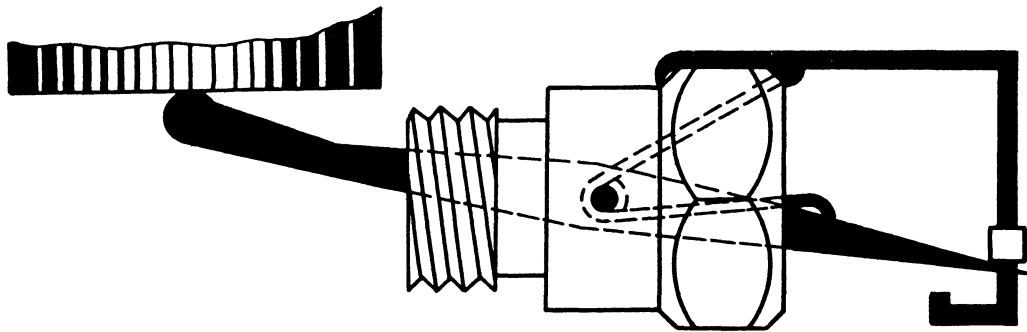

Рис. 10.45
● Б. Ф. Демченко предложил измерительное приспособление (рис. 10.45), позволяющее определять положение поршня в цилиндре, у которого свечное отверстие располагается под углом к оси. Приспособление изготавливается на базе старой свечи зажигания, из которой удалены изолятор с электродами. Равноплечий рычаг пружиной поджимается к корпусу. Его длина 110 мм. Верхнюю мертвую точку поршня фиксирует подвижная скоба.
- Способ регулировки положения фар, мало зависящий от состояния поверхности почвы перед экраном, предложил рижанин А. Урул. Его предложение воспроизведено на рис. 10.45, где 1 – экран; 2 – автомобиль любой марки; 3 – глаз; 4 – вспомогательные рейки; 5 – горизонтальная линия центров фар; 6 – горизонтальная линия центров световых лучей; 7 – вертикальная линия центров фар, и световых лучей; 8 – линия продольной оси автомобиля; А – расстояние от автомобиля до экрана; В – расстояние между горизонтальной линией центра фар и центра световых лучей. А и В берутся из инструкций по эксплуатации автомобилей.